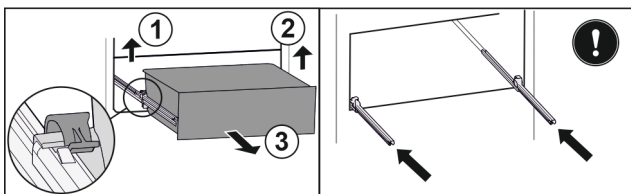

Fig. 153
- ▶ Ridicați clema din stânga și trageți concomitent sertarul din stânga spre înainte. Fig. 153 (1)
- ▶ Ridicați clema din dreapta și trageți concomitent sertarul din dreapta spre înainte. Fig. 153 (2)
- ▶ Extrageți sertarul spre înainte. Fig. 153 (3)